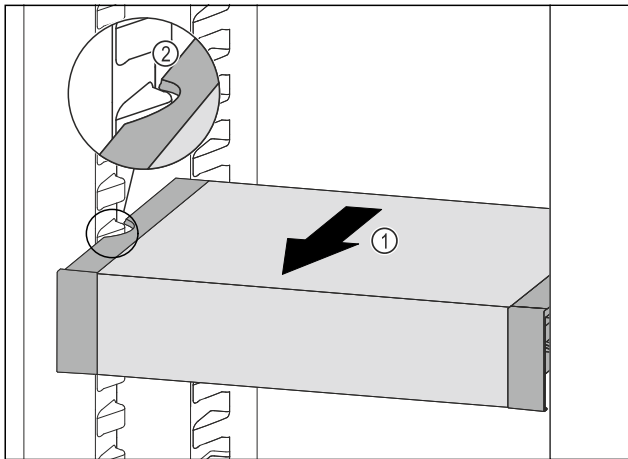

Fig. 92
- VarioSafe nach vorne ziehen Fig. 92 (1), bis sich die seitlichen Aussparungen des VarioSafes auf Höhe der Behälterrippe im Kühlteil befinden. Fig. 92 (2)